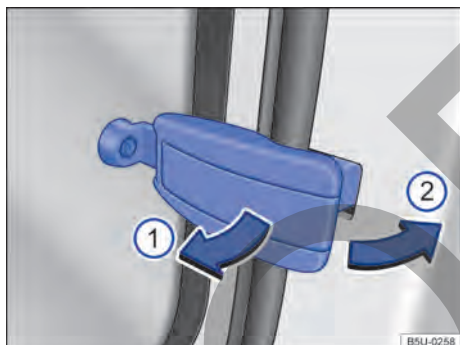

Fig. 55 Cerrar la luneta rebatible.
- Tirar de la palanca de bloqueo en el sentido de la flecha → fig. 55 ① hacia adentro.
- Presionar la palanca de bloqueo en el sentido de la flecha → fig. 55 ② hacia atrás, hasta que se bloquee y la luneta quede cerrada.